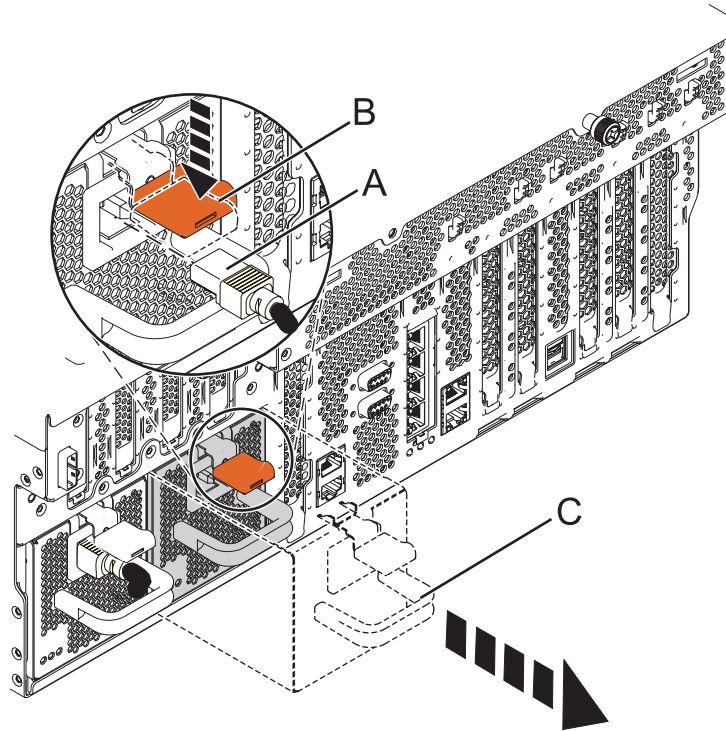

Figure 5. Retrait de l'alimentation électrique d'un modèle monté en armoire
6. Débranchez le câble d'alimentation (A) avant de l'alimentation électrique comme indiqué à la figure 5, à la page 7.